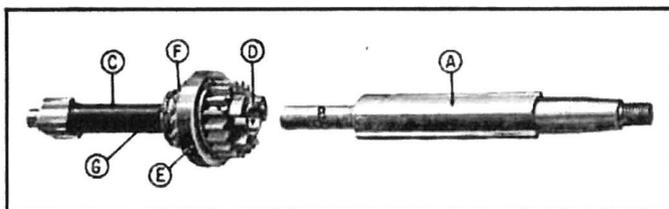

Fig. 145. — A - Arbre primaire.
20—Retirer le roulement de l'arbre primaire et rectifier la portée (B) de cet arbre (fig. 145).
22—Réaléser la bague au tour au diamètre de la portée (B) rectifiée (fig. 145) ; creuser une gorge circulaire pour l'huile en regard des trous de graissage, ainsi que les deux rainures longitudinales venant déboucher à l'extérieur de la bague.
24—Monter le roulement neuf sur le pignon à griffes, le bloquer avec l'écrou retiré du pignon hors d'usage et freiner cet écrou ; percer s'il y a lieu un nouveau trou pour le logement de la goupille en C (fig. 145).